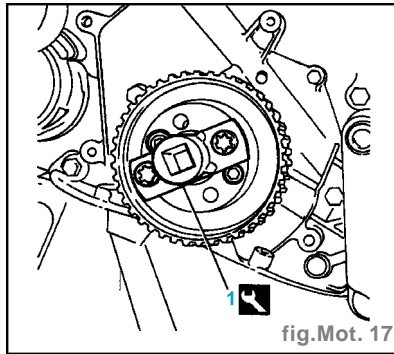

fig. Mot. 17
- Monter l'outil pour la rotation du vilebrequin sur la poulie conductrice de la courroie dentée de commande des arbres équilibres (1 : flasque) (fig. Mot. 17).